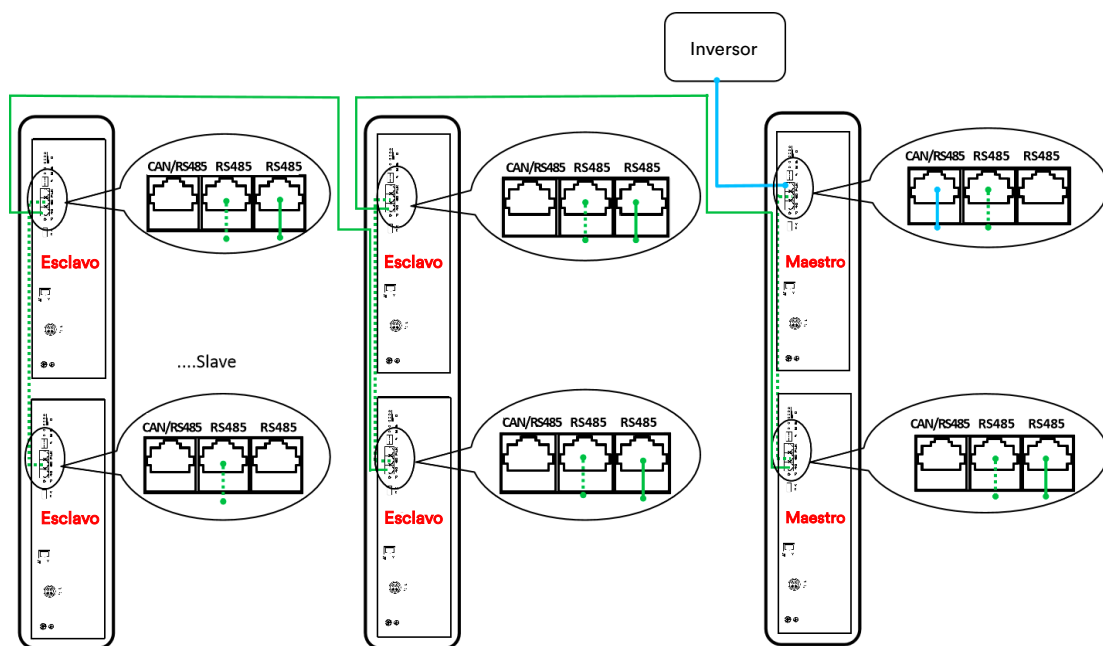

Fig. 5.3.1 Conexión del cable de comunicación-3 en paralelo(30kWh)
4. Enchufa el cable de comunicación al puerto RJ45 correspondiente, consulta la fig. 5.3.1 y la fig. 5.3.2.